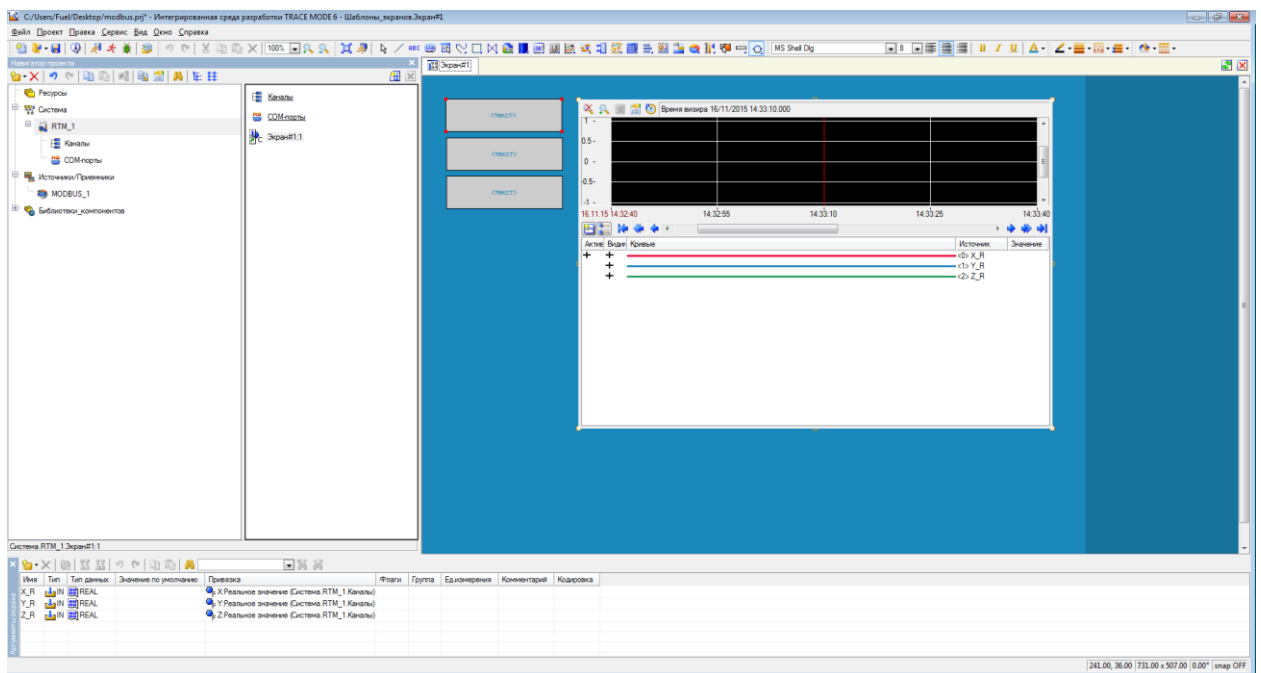

Рис. 11
- 4) Оформляем рабочий экран так, чтобы на нем получилось три текстовых поля, куда будет выдаваться текущее показание с датчика, а также тренд для отображения изменения значений ускорения во времени (рис. 11)